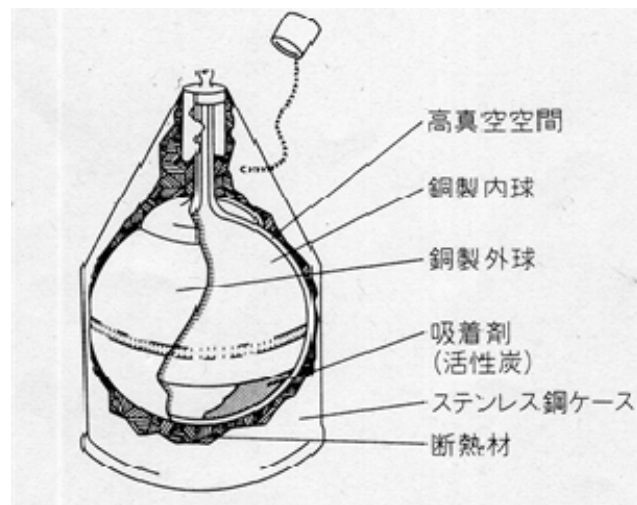

図3 液体窒素貯蔵デュワー
- (1) 容器は次ページの図3に示すような金属製の液体窒素専用の物を用いる。ガラス製のデュワー瓶は破損のおそれがある。
- (2) 開放型容器の場合は必ず付属のキャップをする。密閉型容器では昇圧弁、液取出弁を閉じ、ガス放出弁を開いておく。
- (3) 貯蔵タンクから容器へ液体窒素を汲み出すときは、汲み出し蛇口のパルブは徐々に静かに開く。このとき、液体窒素は高圧低温ガスとなって激しく噴出するので、最初はほんの少しパルブを開き、このときに出てくる低温ガスで容器内を十分冷却し、その後パルブを徐々に開き適量の液体窒素を取り出す。
- (4) 液体窒素貯蔵容器は構造上頸部が最も弱いので、横に倒すようなことは厳に慎むべきである。また、衝撃に弱いので丁寧に扱うこと。
- (5) 注入後、パルブは確実に閉める。容器は水平に置き、加熱源の近くを避けること。